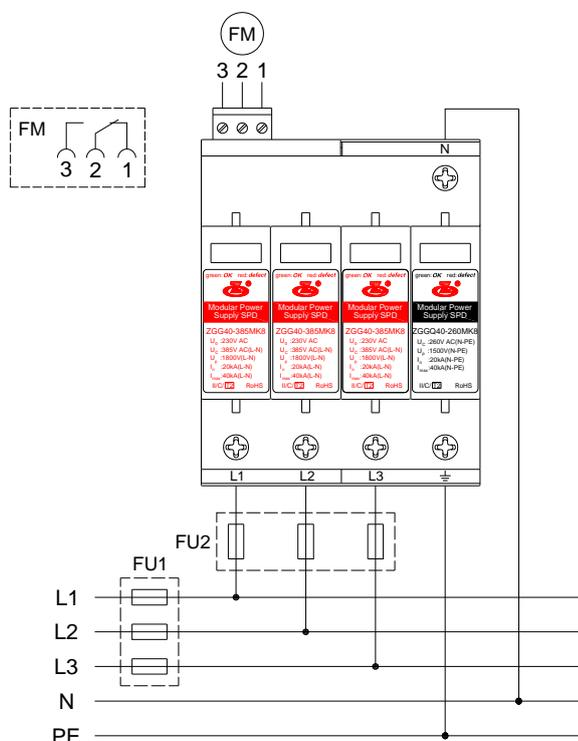

图 3 接线示意图
- 3 根据保护器的标记按图 3 进行接线，相线 L1, L2, L3 接保护器的 L1, L2, L3 端，零线 N 接保护器的 N 端，“⊥”端接 PE。连接线的截面积必须大于 4mm2，并应尽量短。